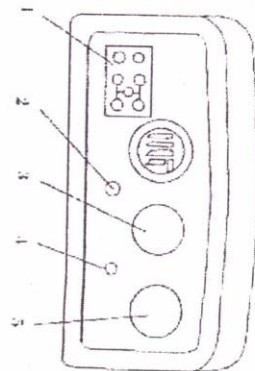

Рис. 2.2. Панель приборов и освещения.
- 1.20. Датчик температуры воздуха (рис. 2.2. 2.3.)
- 1.21. Датчик температуры воздуха (рис. 2.2. 2.3.)
- 1.22. Датчик температуры воздуха (рис. 2.2. 2.3.)
- 1.23. Датчик температуры воздуха (рис. 2.2. 2.3.)
- 1.24. Датчик температуры воздуха (рис. 2.2. 2.3.)
- 1.25. Датчик температуры воздуха (рис. 2.2. 2.3.)
- 1.26. Датчик температуры воздуха (рис. 2.2. 2.3.)
- 1.27. Датчик температуры воздуха (рис. 2.2. 2.3.)
- 1.28. Датчик температуры воздуха (рис. 2.2. 2.3.)
- 1.29. Датчик температуры воздуха (рис. 2.2. 2.3.)
- 1.30. Датчик температуры воздуха (рис. 2.2. 2.3.)
- 1.31. Датчик температуры воздуха (рис. 2.2. 2.3.)
- 1.32. Датчик температуры воздуха (рис. 2.2. 2.3.)
- 1.33. Датчик температуры воздуха (рис. 2.2. 2.3.)
- 1.34. Датчик температуры воздуха (рис. 2.2. 2.3.)
- 1.35. Датчик температуры воздуха (рис. 2.2. 2.3.)
- 1.36. Датчик температуры воздуха (рис. 2.2. 2.3.)
- 1.37. Датчик температуры воздуха (рис. 2.2. 2.3.)
- 1.38. Датчик температуры воздуха (рис. 2.2. 2.3.)
- 1.39. Датчик температуры воздуха (рис. 2.2. 2.3.)
- 1.40. Датчик температуры воздуха (рис. 2.2. 2.3.)
- 1.41. Датчик температуры воздуха (рис. 2.2. 2.3.)
- 1.42. Датчик температуры воздуха (рис. 2.2. 2.3.)
- 1.43. Датчик температуры воздуха (рис. 2.2. 2.3.)
- 1.44. Датчик температуры воздуха (рис. 2.2. 2.3.)
- 1.45. Датчик температуры воздуха (рис. 2.2. 2.3.)
- 1.46. Датчик температуры воздуха (рис. 2.2. 2.3.)
- 1.47. Датчик температуры воздуха (рис. 2.2. 2.3.)
- 1.48. Датчик температуры воздуха (рис. 2.2. 2.3.)
- 1.49. Датчик температуры воздуха (рис. 2.2. 2.3.)